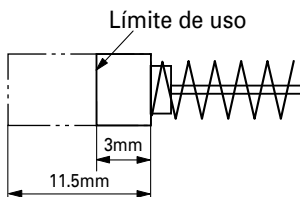

Fig. 9
4. Inspección de las escobillas de carbón (Fig. 9)